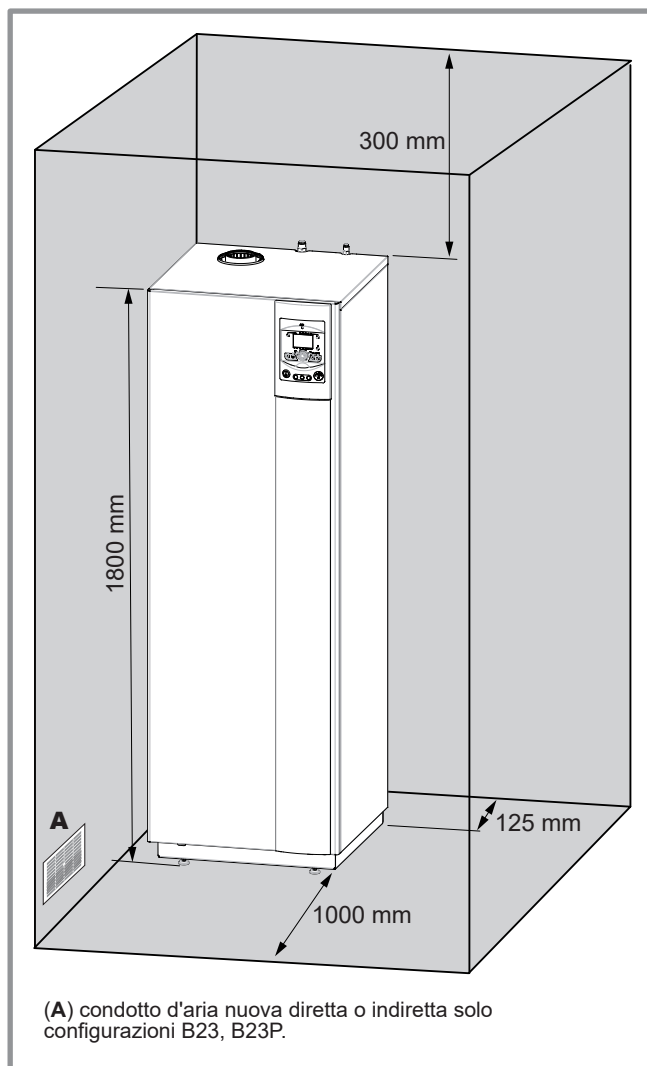

figura 16 - Spazio minimo d'installazione attorno al modulo idraulico
- Per facilitare le operazioni di manutenzione e facilitare l'accesso, si consiglia di prevedere uno spazio sufficiente intorno al modulo idraulico (figura 16).